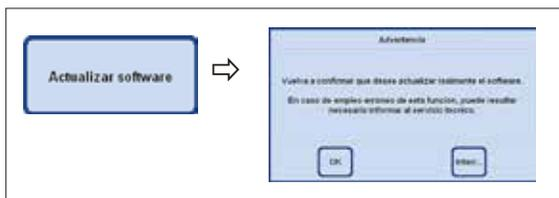

Fig. 77
- Conectar el dispositivo USB y pulsar la tecla **ACTUALIZAR SOFTWARE** (fig. 77).